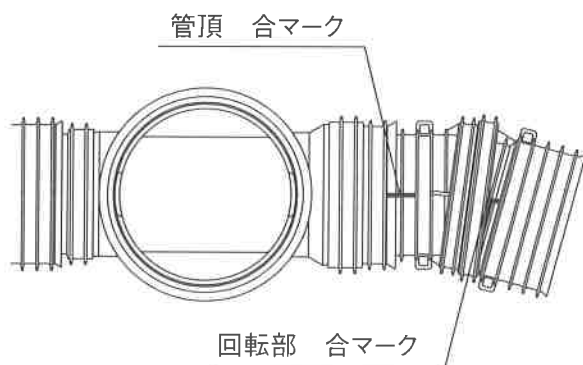

図1
2. 回転部分と管頂に各々**合マーク**を記入します。(図1参照)